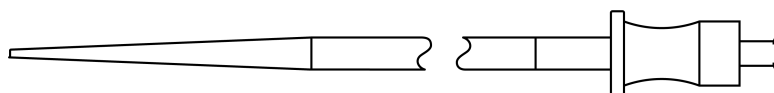

Рис. 3. Дилататор
Легочная система доставки Edwards SAPIEN 3 (рис. 2) облегчает размещение биопротеза. Она состоит из гильзы, баллонного катетера для размещения сердечного клапана для чрескатетерного введения Edwards SAPIEN 3 и внешнего стержня с капсулой клапана для закрытия сердечного клапана для чрескатетерного введения во время установки и протягивания до предполагаемого места установки. Система доставки оснащена коническим наконечником, облегчающим прохождение через структуры правых отделов сердца. Капсула клапана и конический наконечник имеют гидрофильное покрытие. Для облегчения повторного захвата баллона предусмотрена визуальная метка стержня баллона. В просвет проводника системы доставки вставлен стилет. Дилататор с гидрофильным покрытием размером 28 Fr (поставляется в комплекте с системой доставки) при необходимости используется для предварительной дилатации сосуда перед введением системы доставки (рис. 3).
- **Дилататор (рис. 3)**